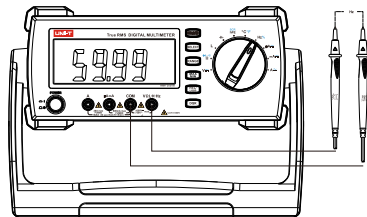

图 9
- 将旋钮选择开关置于档, 按下键切换成频率测量功能(如图9)
- 将旋钮选择开关置于HZ%档, 按下 **SELECT** 键切换成占空比测量功能(如图9)